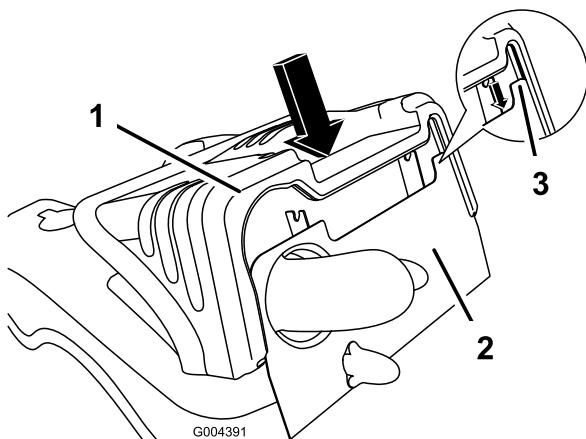

Figura 27
- Para instalar el capó, alinee la ranura del capó con el bastidor y baje éste cuidadosamente sobre el bastidor (Figura 27). Asegúrese de que el bastidor se asiente correctamente en la ranura del capó antes de presionar hacia abajo el capó. Presione hacia abajo con cuidado para asentar el pasador de retención.